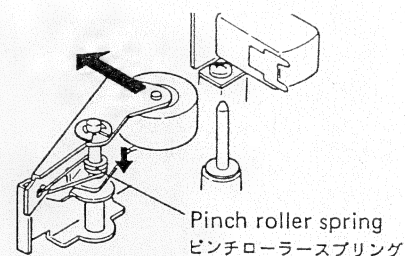

Fig. 5-5
5. If the pinch roller spring (Fig. 5-5) was replaced for repair, always position the spring around the lower half of the spring shaft as shown in Fig. 5-5.
5. もし修理のためにピンチ・ローラ・スプリング (図5-5) の交換をした時は、必ず図5-5のようにスプリングをスプリング・シャフトの下側に位置させる。